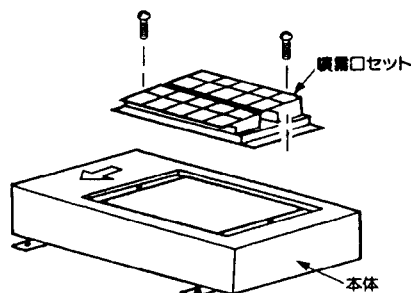

図 2
- 超音波加湿器を本体に取り付ける前に、まず加湿器本体から噴霧口セットを取り外してください。(図 2)